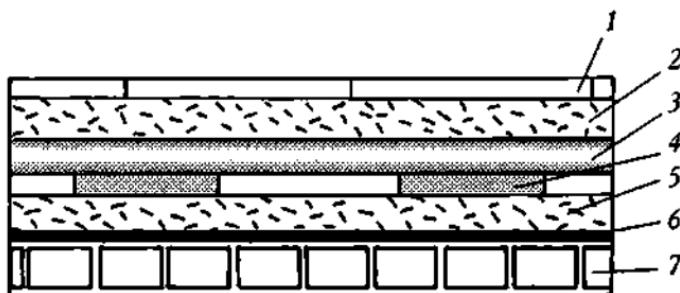

Рис. 72. Пол с электроподогревом:
**Монтаж полов с электроподогревом** (рис. 72). На выровненном и очищенном черновом полу укладывается теплоизоляция. Ее заливают промежуточным слоем цементно-песчаной стяжки толщиной 2 см, затем укрепляют монтажную ленту, с помощью которой закрепляют нагревательную секцию.